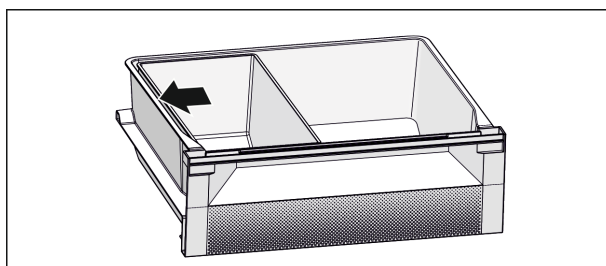

Fig. 7
- ▶ For en optimal kjølefunksjon: Plasser Fish & Seafood-skålen i henhold til illustrasjonen (se Fig. 7) .